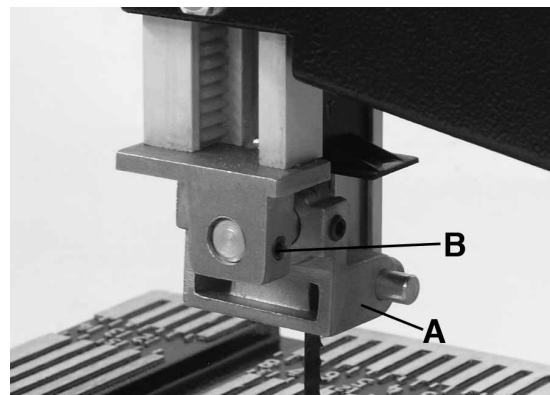

FIGURE 12
- 1) Ajustez la position du support du guide de lame supérieure (A) Fig.12 en premier. Desserrez la vis sans tête (B) en utilisant une clé hexagonale.